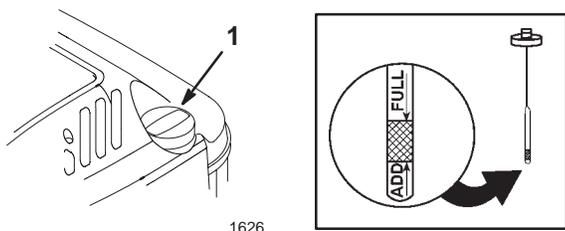

Figure 6
Avant chaque utilisation, vérifier que le niveau d'huile arrive entre les marques maxi (*Full*) et mini (*Add*) de la jauge (Fig. 6).
2. Nettoyer tout autour du bouchon de jauge (Fig. 6).
6. Voir le niveau d'huile indiqué par la jauge (Fig. 6).
- Nettoyer tout autour du bouchon du réservoir d'essence (Fig. 6).
- Retirer le bouchon du réservoir (Fig. 6).